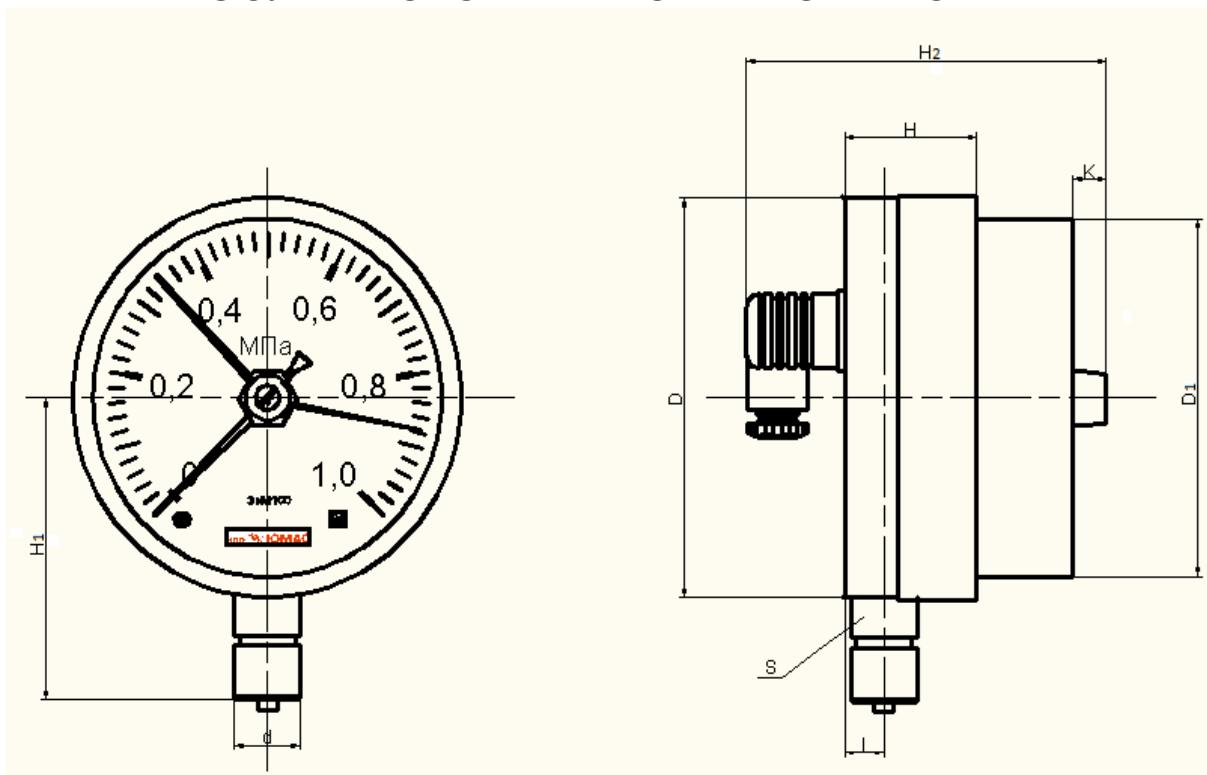

Рис. 1
2.10 Габаритные и присоединительные размеры приборов не превышают указанных на рис.1, 2.
б) приборы с электроконтактной приставкой(рис.1) – обе сигнальные стрелки устанавливаются в нужное положение путем нажатия отверткой (в нержавеющем корпусе - специальным ключом) на триб перевода и его вращения.